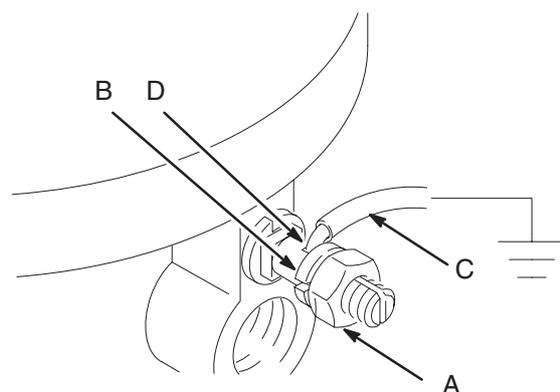

Fig. 1
- **Pompe:** Utiliser un câble et une pince de terre comme indiqué à la Fig. 1. Desserrer l'écrou (A) et la rondelle (B) de la borne de terre. Introduire l'une des extrémités d'un fil de terre (C) de 1,5 mm2 minimum dans la fente de la borne (D) et serrer à fond l'écrou. Raccorder l'autre extrémité du câble à une véritable prise de terre.